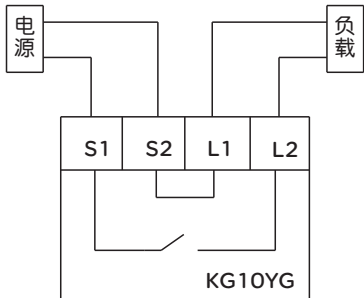

图2 单相直接控制接线图
- 直接控制方式被控制的电器是单相供电，工作电流不超过本产品的额定值，可采用直接控制方式，接线方式如图2所示。